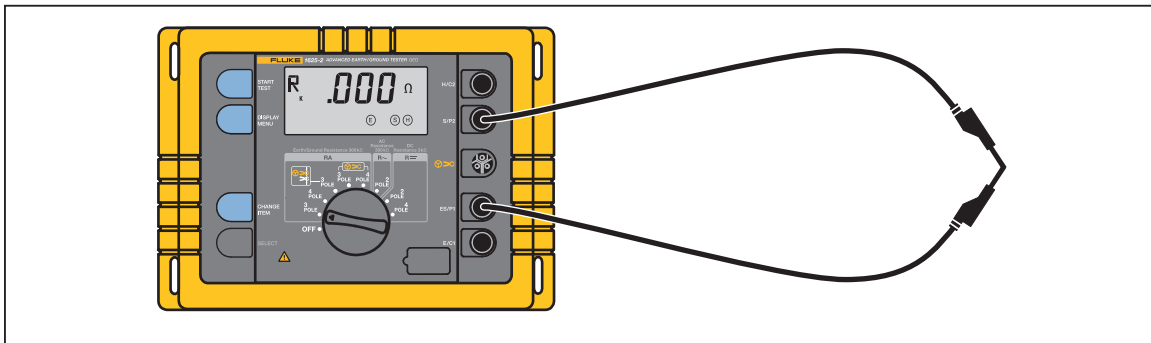

Abbildung 14. Kompensation des Messleitungswiderstands
2. Messleitung gemäß Abbildung 14 kurzschließen.